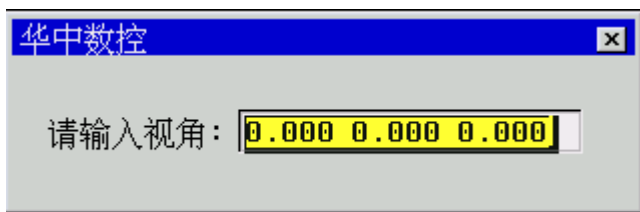

图 8.2.15 输入 X、Y、Z 轴视角
- (7) 输入 X、Y、Z 轴放大系数；
- (8) 按 **Enter** 键，弹出如图 8.2.15 所示对话框；
- (9) 输入 X、Y、Z 轴视角；
- (10) 按 **Enter** 键，完成图形显示参数的输入。